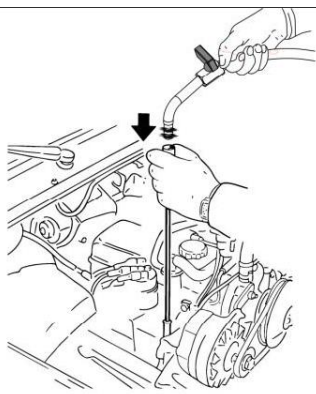

РИС. 3
- c) Выберите подходящий зонд (зонд с наибольшим диаметром, который может пройти в двигатель) и прочно соедините его с патрубком экстракционной трубки. FIG.3. Вставьте конец зонда во входное отверстие масла двигателя
- e) FIG.3 Откройте двухстворчатый клапан (5) для слива масла